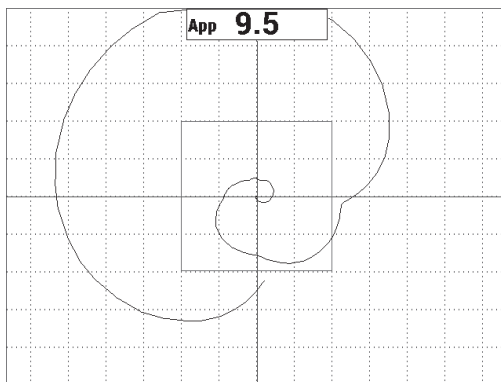

图 6-20 扫查的全屏显示
5. 按**全屏下一组键** (), 显示全屏，然后再次在缺陷上进行扫查 (参见第 126 页的图 6-20)。